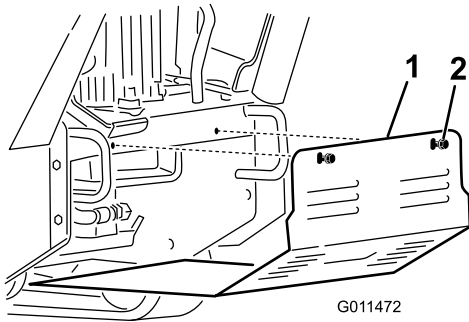

Bild 22
3. Lösen Sie nacheinander die 2 Schrauben, mit denen das untere Schutzblech befestigt ist, bis Sie es abnehmen können (Bild 22).
5. Schieben Sie das untere Schutzblech so in die Maschine, dass es auf allen vier Nasen aufliegt und befestigen es mit den zwei vorher gelösten Schrauben, um das Schutzblech vor dem Einsatz der Maschine zu montieren (Bild 22).